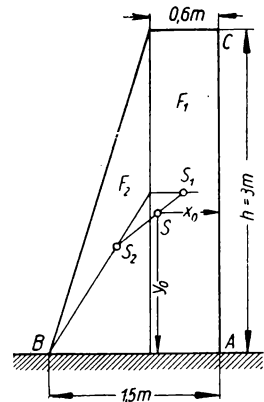

Bild 78
**217.** Die Stützmauer einer Erdböschung hat den gegebenen Trapezquerschnitt (Bild 78). Zu berechnen sind die Koordinaten  $x_0$  und  $y_0$  des Schwerpunkts  $S$ .